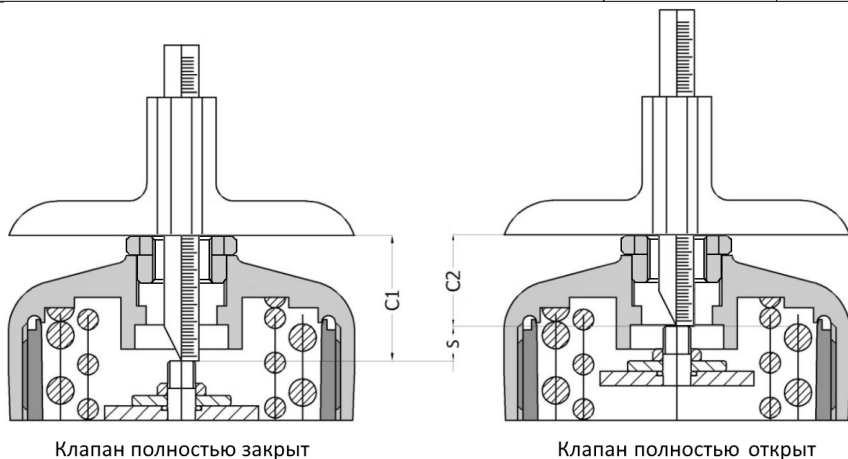

Рисунок 4 – Схема измерения хода штока S и расстояний C1 и C2 для определения совместимости клапана с позиционером
- 2) Произведите измерение хода штока клапана S и расстояний до поршня в закрытом и открытом состояниях: C1 и C2 (см. рисунок 4).